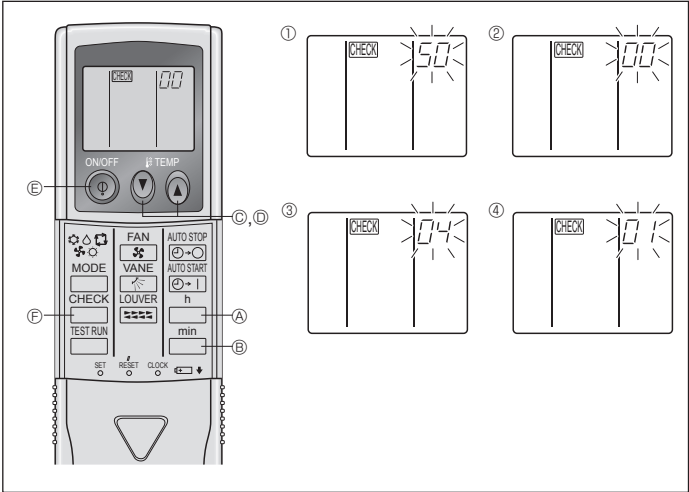

Fig. 6-10
2) Per il regolatore a distanza senza fili (Fig. 6-10)
- ① Attivare la modalità selezione funzioni